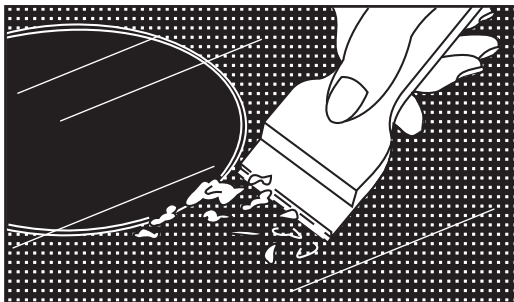

Рис. 20
- Если случайно изделие из алюминиевой фольги или пластмассы расплавится на поверхности стола или к нему прикипит сахар – их следует немедленно удалить с помощью скребка, входящего в комплект плиты (рис.20).